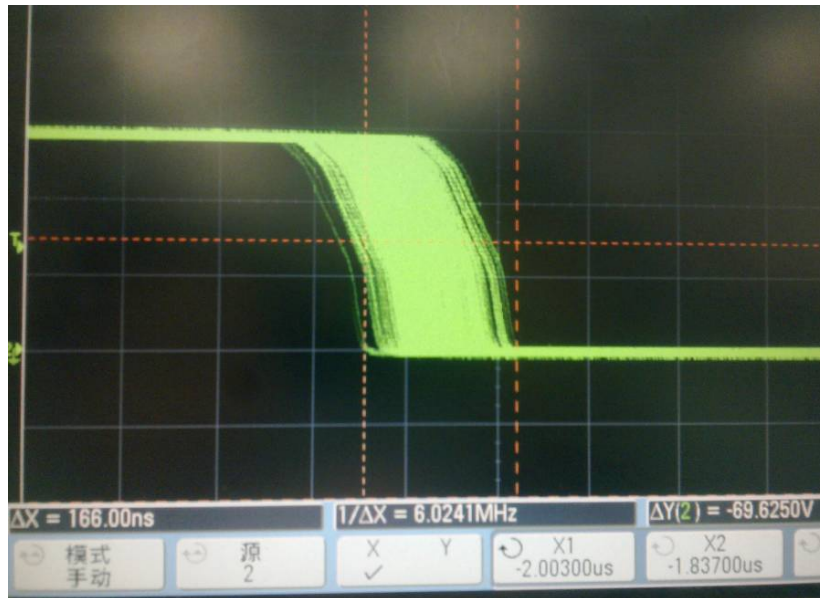
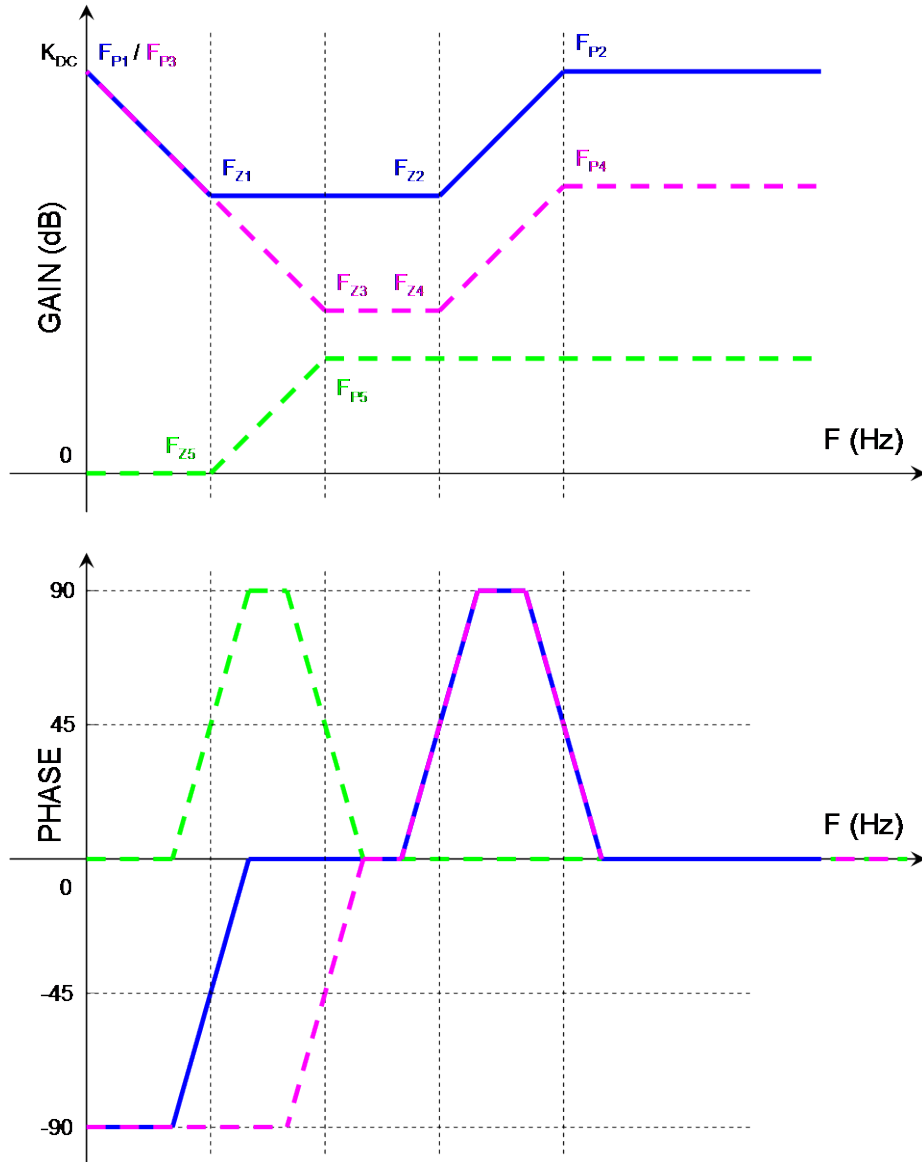
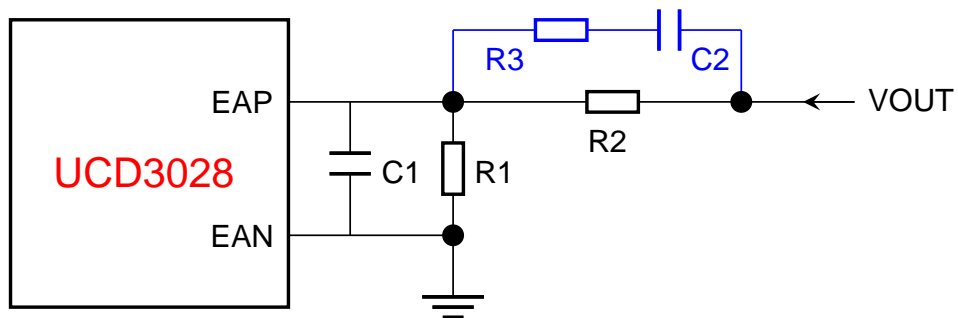
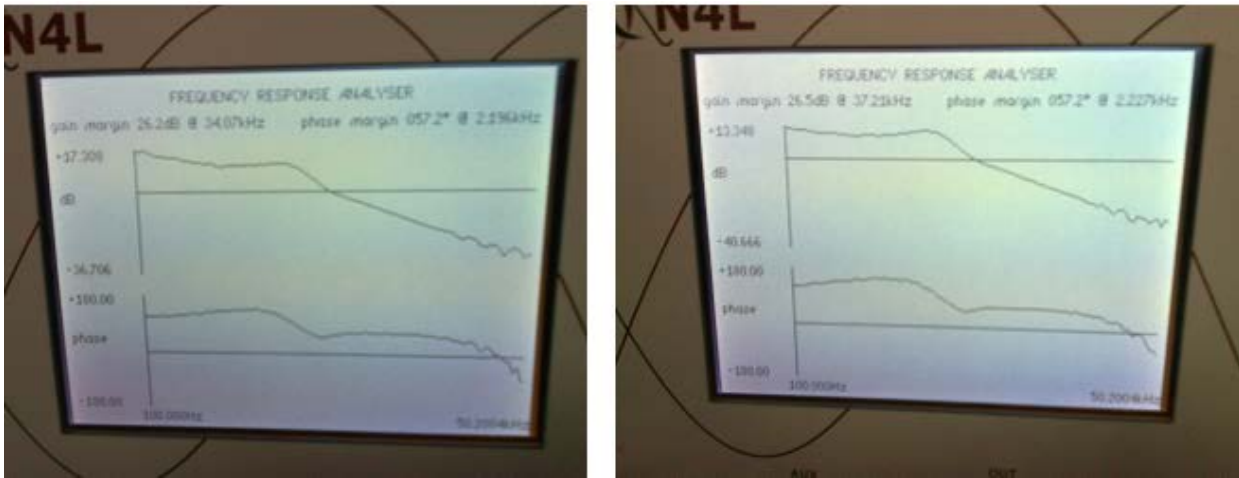

图1: DPWM 下降沿抖动波形
图3: 补偿环路伯特图
图4: 输出电压采样反馈电路
图 6: 优化前后系统实测波特图
有两种情况可以引起 DPWM 下降沿抖动范围较大：1、UCD30xx 的供电较差；2、UCD30xx 数字补偿器带宽较高。如果 UCD30xx 供电不稳，那么 DPWM 下降沿抖动大概为 100ns，除非改善供电，否则无论如何都减小不了抖动范围。因为大多数应用都使用 LDO 给 UCD30xx 供电，不存在供电不稳情况，所以本文主要讨论 UCD30xx 数字补偿环路变化对抖动的影响。图 1 是使用 UCD30xx 做为主控制器的某电源 DPWM 下降沿抖动波形。从图中可以看出，DPWM 下降沿抖动范围大约是 166ns。此电源除了 DPWM 抖动较大引起变压器噪声较大外，其它各种性能都满足要求。UCD30xx 可以灵活的配置零极点，本文主要介绍如何利用外加模拟零极点结合 UCD30xx 内部零极点的方法，在不改变所需环路带宽的前提下，降低 UCD30xx 输出 DPWM 下降沿抖动大小。
在公式 (2) 中，当我们确定了增益 K_{DC} 、零点 F_{Z1} 和 F_{Z2} 、极点 F_{P1} 和 F_{P2} ，那么补偿环路的波特图就可以近似的描绘出来，如图 3 中蓝色实线所示。
图 4 是输出电压反馈电路，一般情况是不需要电阻 R_3 和 C_2 ，只需要 R_1 、 R_2 和 C_1 即可。 C_1 的作用是滤除高频纹波（相当于一个高频极点）。当 DPWM 下降沿抖动太大而引起较高的噪音时，我们可以加上 R_3 和 C_2 ，这两个元件相当于在电路中引进了一个零点和一个极点，如图 3 中绿色虚线所示。
假设需要的补偿环路特性如图中蓝色实线所示，当我们加上 R_3 和 C_2 后，则需要 UCD30xx 内部补偿特性如图 3 中粉红色虚线所示，那么两个环路加起来才能和图中蓝线所示一致，也就是整个环路特性不变。选取方法是：让 R_3 和 C_2 带来的零点 F_{Z5} 等于所需的第一个零点 F_{Z1} ；极点 F_{P5} 等于 UCD30xx 内部补偿器的第一个零点 F_{Z3} ；UCD30xx 内部补偿器的第二个零点 F_{Z3} 等于所需补偿环路的第二个零点 F_{Z2} ；UCD30xx 内部补偿器第二个极点 F_{P3} （第一个极点为 0）等于所需补偿环路的第二个极点 F_{P2} ；那么就可以组合成如蓝色实线所示的补偿环路。下面会通过一个实例来验证这个方法。
电源模块环路参数零极点分别是： $F_{Z1} = 1.5\text{kHz}$ ， $F_{Z2} = 10\text{kHz}$ ， $F_{P1} = 0\text{kHz}$ ， $F_{P2} = 12\text{kHz}$ ， $K_{DC} = 85\text{dB}$ 。这组参数可以满足系统要求，对应的 b_{01} 、 b_{11} 、 b_{21} 、 a_{11} 以及 a_{21} 的值分别为：2.26172，-4.3125，2.05469，-1.90625 以及 0.90625。此时 DPWM 下降沿抖动比较大，如图 1 所示。另外，此时系统实测波特图如图 6 中左图所示。在满足系统带宽不变的条件下，来看如何降低 DPWM 下降沿抖动。图 4
中 R_1 、 R_2 和 C_1 分别为 33K、1.5K 和 1nF。现在加上 R_3 和 C_2 ，分别为 10K 和 2nF。经过计算可知， R_3 和 C_2 引进的零极点分别为 $F_{Z5}=1.8\text{kHz}$ ， $F_{P5}=8\text{kHz}$ 。我们修改 UCD30xx 补偿环路的零极点， $F_{Z3}=8\text{kHz}$ ， $F_{Z4}=10\text{kHz}$ ， $F_{P3}=0\text{kHz}$ ， $F_{P4}=12\text{kHz}$ ， $K_{DC}=85\text{dB}$ 。此时对应的 b_{01} 、 b_{11} 、 b_{21} 、 a_{11} 以及 a_{21} 的值分别为：0.43555，-0.80762，0.37402，-1.9043 以及 0.9043。从系数我们就可以看出，值比起以前减小了很多，从而引起的 DPWM 抖动也会小很多，如图 5 所示。可以看出下降沿抖动下降了一半，只有 83ns 了，变压器噪声也减小了许多。虽然 UCD30xx 内部零极点改变了，因为外面加了模拟的零极点，所以系统的整个带宽没有多大的变化，如图 6 中右图所示。从图 6 可以看出，系统整个闭环特性基本没有变化，但 DPWM 的抖动降低了许多，从而降低了变压器噪声。